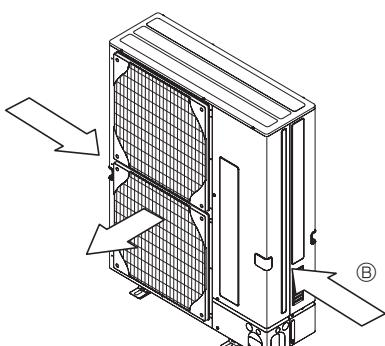

Fig. 2-5
- ③ Bringen Sie die Anlage so an, dass die Abluft aus der Luftaustrittsoffnung im rechten Winkel zu derjenigen Richtung geführt wird, aus der saisonal bedingt starker Wind bläst. (Fig. 2-5)